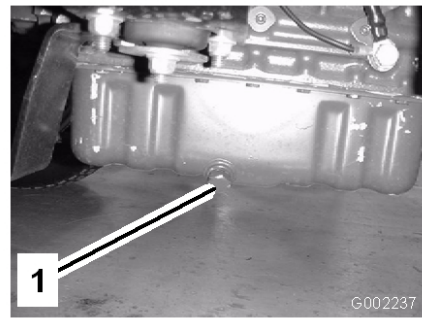

Bild 40
5. Nehmen Sie die Ablassschraube ab (Bild 40).